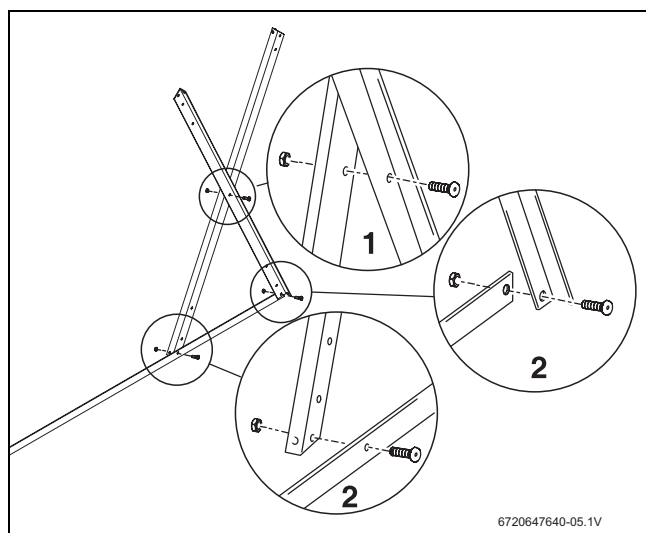

Fig. 10 Visser le rail en bas avec le rail de support-ballon
- Assembler par vis deux rails de support-ballon en croix (→ fig. 10, [1]) au milieu puis les monter sur le rail en bas [2] de manière à ce que la surface au sol soit orientée vers l'intérieur.